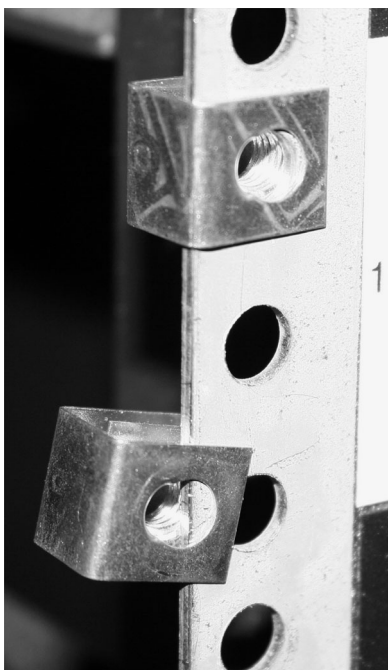

Figura 6. Posicionando as Presilhas
2. Posicione os quatro cliques “C” na barra de montagem do rack, conforme mostrado na Figura 6 na página 16.